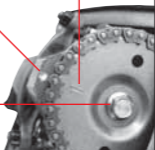

Fig. 3
- Entfernen Sie Kettenspannerschraube **(Fig. 3)**, Kettenspanner und das Nockenwellenritzel. Achten Sie darauf, dass die Kette nicht in das Motorgehäuse fällt.